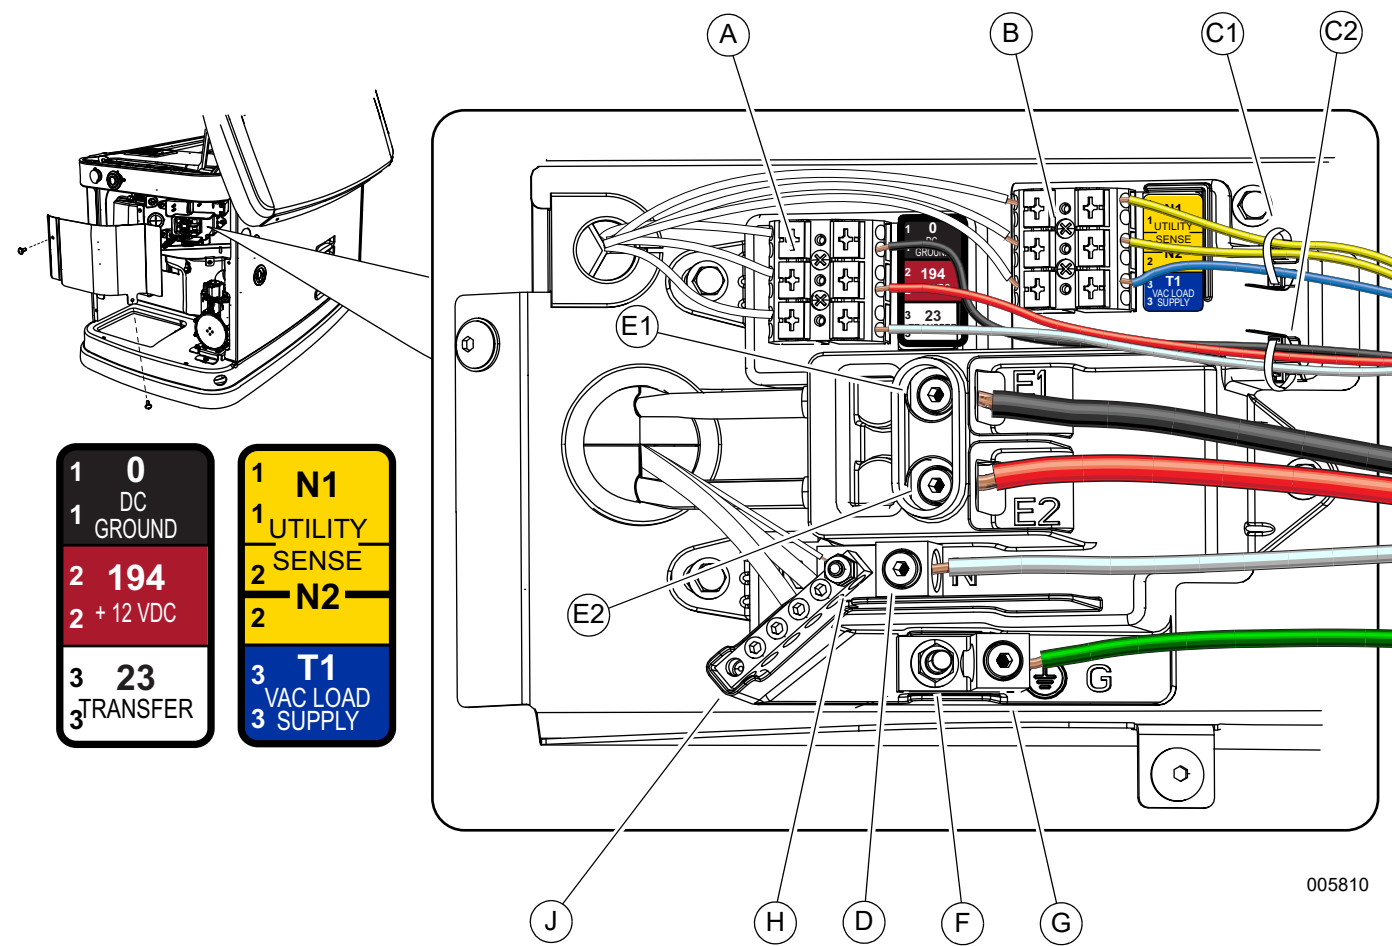

Figura 6-1. Conexiones del cableado eléctrico
Consulte la Figura 6-1. El gabinete del cableado eléctrico se encuentra detrás de un panel de acceso en el extremo de la entrada de la unidad. Retire el panel lateral de entrada como se indica en Retiro del panel lateral de entrada, y luego retire el panel de acceso. Conecte los hilos de acuerdo con el diagrama y las tablas.
4. Consulte la Figura 6-1. Pele el aislamiento desde los extremos de los hilos. No retire el exceso de aislamiento. Tienda los hilos de detección a través del alambre de sujeción proporcionado (C1) y conéctelos al bloque de terminales de hilos de detección (B). Presione hacia abajo el punto de conexión accionado por resorte con un destornillador de punta plana, inserte el hilo y suelte.
5. Mediante el mismo proceso, tienda los hilos de detección a través del segundo alambre de sujeción proporcionado (C2) y conéctelos al bloque de terminales de hilos de control (A).
2. Consulte la Figura 6-1. Suelte las lengüetas de conexión en neutro (D), conexión a tierra (G) y los terminales del hilo de alimentación (red eléctrica) (E1, E2).
Consulte la Figura 6-1. Conecte un cable de cierre del sistema del calibre adecuado según la Tabla 250.102(C)(1) del código NEC desde la barra de neutro (J) hasta la terminal de tierra (F). Apriete el terminal de tierra a 3.95 Nm (35 lb-pulg.). Esto se requiere cuando el generador se instala como un sistema derivado por separado. El generador también requerirá una conexión a un sistema de electrodo de conexión a tierra según el Artículo 250.64 del código NEC. No se requiere cuando el generador es una fuente de respaldo en un sistema eléctrico alimentado por energía eléctrica con un interruptor de transferencia de 2 polos. La instalación se debe realizar de acuerdo con los artículos 250.30 y 250.35 de NEC (A) si el generador se instalará como un sistema derivado por separado.